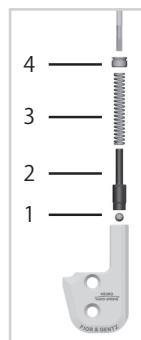

図6
- 1 機能ユニットを組み立てます。ボール(1)、ピン(2)、圧力ばね(3)の正しい順番に注意してください(図6)。